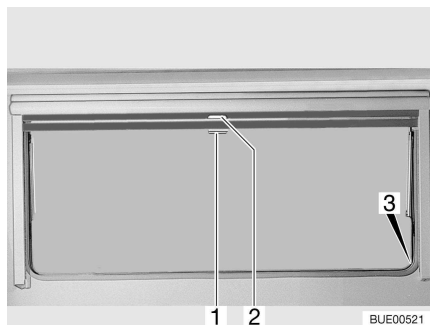

Fig. 26 Ventana abatible
- Tirar del tirador (Fig. 26,2) de la persiana oscurecedora enrollable hacia abajo. Cuando la persiana oscurecedora enrollable se cierre por completo, encajarla en el bloqueo (Fig. 26,3) a ambos lados del marco de la ventana.
- Cuando la persiana oscurecedora enrollable está completamente cerrada: Presionar el tirador (Fig. 26,2) hacia abajo y tirarlo ligeramente hacia dentro. Desenganchar la persiana oscurecedora enrollable de los bloques a izquierda y derecha del marco de la ventana.
- Cuando la persiana oscurecedora enrollable se encuentre en una posición intermedia: Tirar ligeramente del tirador (Fig. 26,2) hacia abajo, hasta que se hay soltado el bloqueo.
- Tirar la mosquitera enrollable hacia abajo por el tirador (Fig. 26,1) y engancharla en el bloqueo (Fig. 26,3) a ambos lados del marco de la ventana.
- Presionar el tirador (Fig. 26,1) hacia abajo y tirarlo ligeramente hacia dentro. Desenganchar la mosquitera enrollable de los bloques a izquierda y derecha del marco de la ventana.